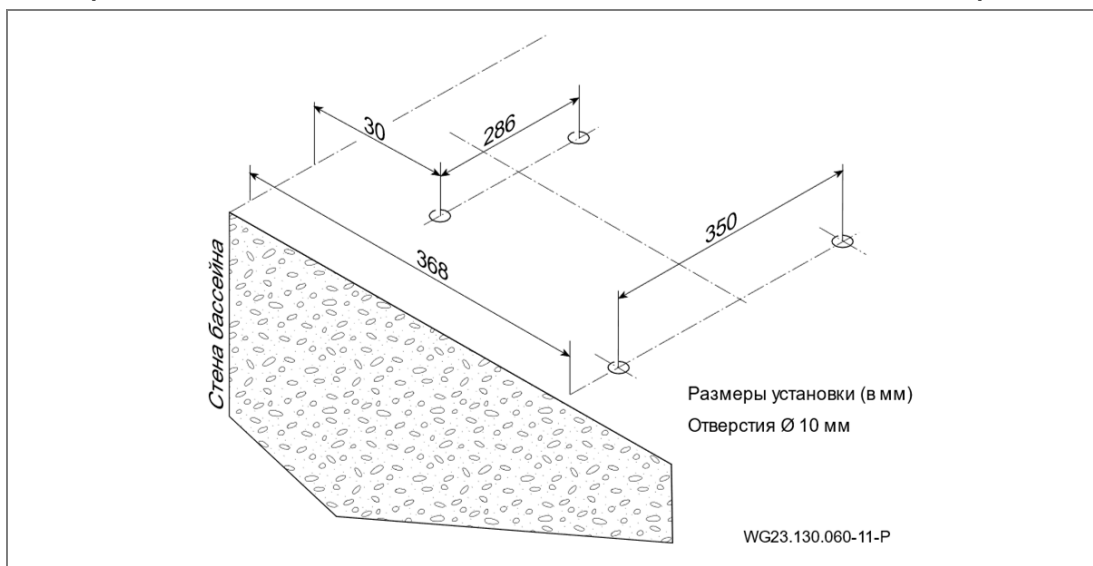
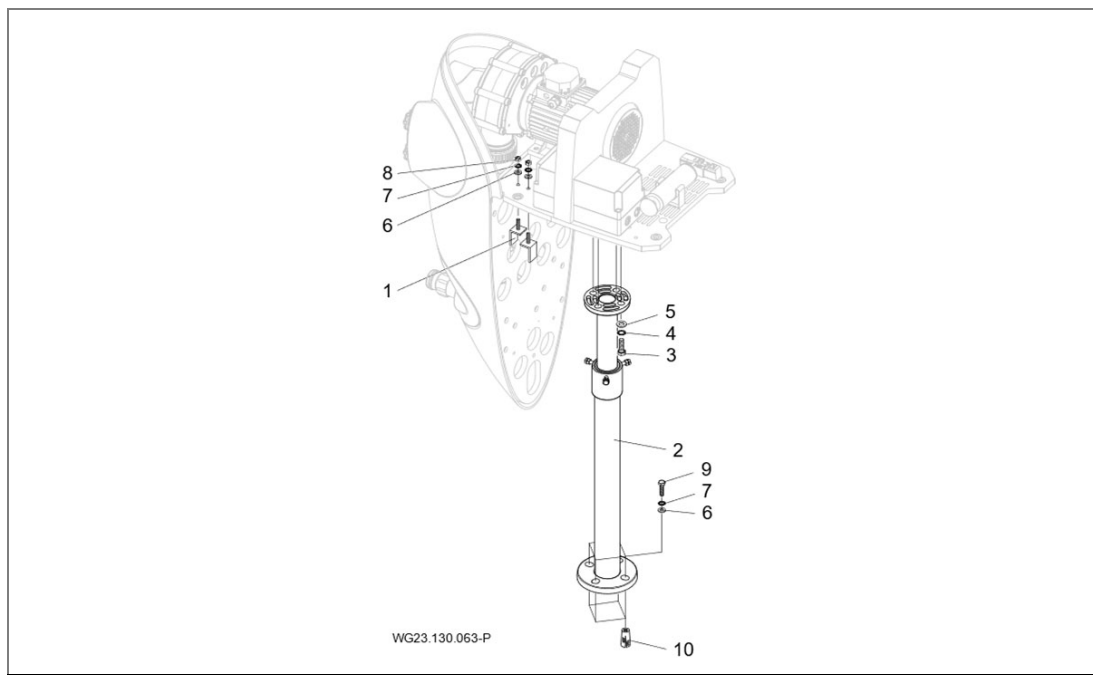

Рис. 4
Рис. 5
- Место расположения следует выбрать и подготовить согласно Рис. 4. Место расположения следует выбрать и подготовить согласно. См. "Рис. 5" на стр. 20
- Приподнимите установку и просверлите в размеченных местах отверстия диаметром Ø 10 мм. См. "Рис. 4" на стр. 19